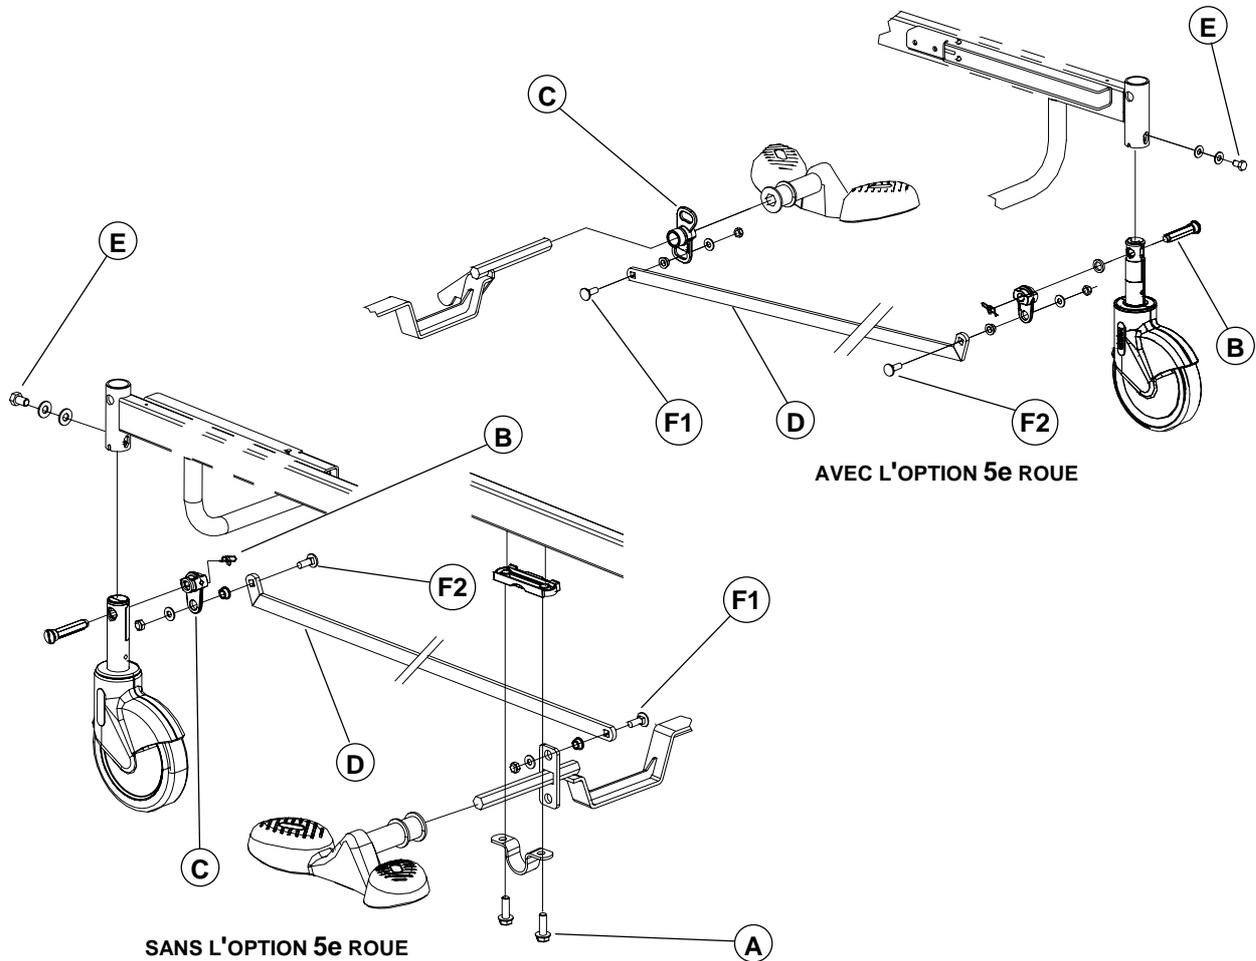

Figure 4.4B
4. À l'aide d'une clé à cliquet munie d'une douille 1/2", retirez les deux boulons (A) retenant le support de 5e roue (en option) ou le support de balancier (A, fig. 4.4B, page 47) du côté de la pédale à remplacer et déposez le support. Récupérez l'espaceur moulé (B).
4. À l'aide d'une clé 1/2", retirez les deux écrous/rondelles/entretoises à épaulement/boulons (F1, fig. 4.4B, page 45) reliant l'extrémité des barres de liaison aux leviers de blocage, du côté des pédales. Pour un lit équipé du système de freinage aux quatre roues (en option), retirez aussi la boulonnerie reliant l'extrémité des deux autres barres de liaison aux mêmes leviers de blocage.
5. À l'aide d'une clé à cliquet et d'une douille 1/2", retirez les quatre boulons (A) retenant les deux supports de 5e roue à la base. Récupérez les espaceurs moulés (B). Retirez le mécanisme complet.
7. Récupérez les deux leviers de blocages (C, fig. 4.4B, page 47).
À moins d'indications contraires, référez-vous à la figure 4.4B de la page 47 pour l'illustration des références contenues dans la procédure de remplacement qui suit.